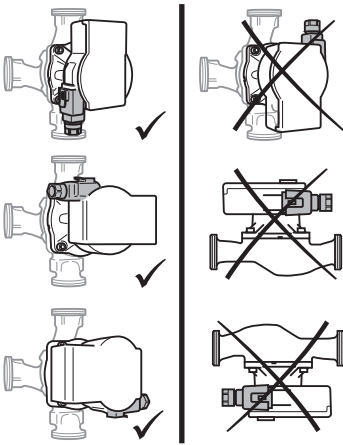

Fig. 2: Montaj konumları
- Montaj yerini, izin verilen montaj konumuna (Fig. 2) uygun olarak seçin.
- Pompa için izin verilen montaj konumuna (Fig. 2) dikkat edin, gerektiğinde motor kafasını (2+6) çevirin.
→ İzin verilen montaj konumuna (Fig. 2) ve pompa gövdesindeki (1) akış yönü okuna dikkat edin.